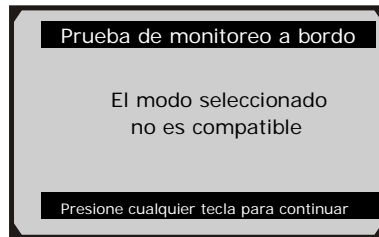

Figura 6.29
- Si el vehículo sometido a prueba no admite el modo, se mostrará un mensaje de aviso en la pantalla. (Figura 6.29)